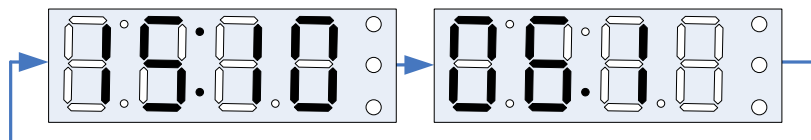

Рис. 17
2.3.9 После регистрации прохождения очистного устройства сигнализатор переходит в режим «Индикация СОД». На индикаторе периодически отображается время регистрации (часы и минуты) и скорость прохождения СОД (км/ч), сопровождаемые кратковременными звуковыми сигналами. Для примера на Рис.17 показана информация о регистрировании СОД в 15 часов 10 минут, скорость прохождения 6,1 км/ч.